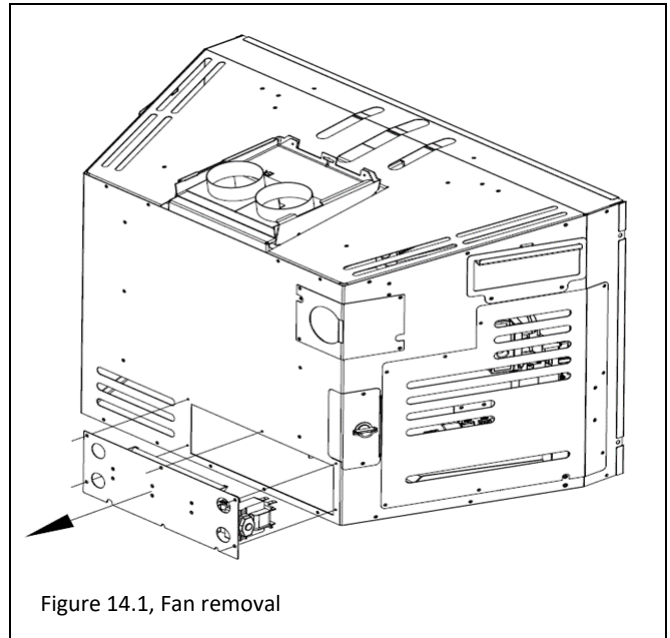

Figure 14.1, Fan removal
5. Retirez les (6) vis fixant la plaque du ventilateur au foyer. Voir Figure 14.1 Tirez la plaque du ventilateur vers vous et débranchez le câblage. Connectez le câblage au nouveau kit de ventilateur de remplacement et installez-le dans l'ordre inverse.